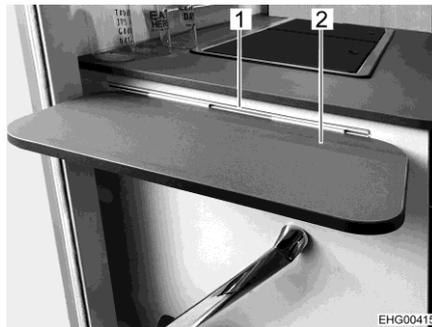

Fig. 11 Ripiano di estensione della cucina
- ▶ In caso di incidente oppure in caso di frenata d'emergenza il ripiano di estensione della cucina può ferire i passeggeri del veicolo. Prima della partenza, rimuovere il ripiano di estensione della cucina (Fig. 11,2) dalla guida (Fig. 11,1) e stivarlo in modo sicuro.